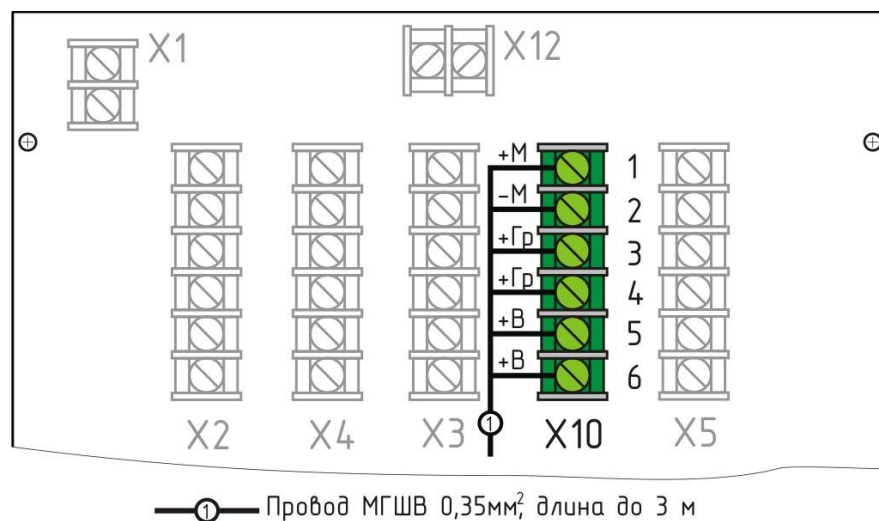

Рисунок 17 - Подключение цепей ПУ кабины лифта
5) Подсоединить промаркированные концы цепей УКСЛ соединительного кабеля «БДК-Л – ШУ лифта» в блоке БДК-Л-4М2, БДК-Л-3М2 (рисунок 17).